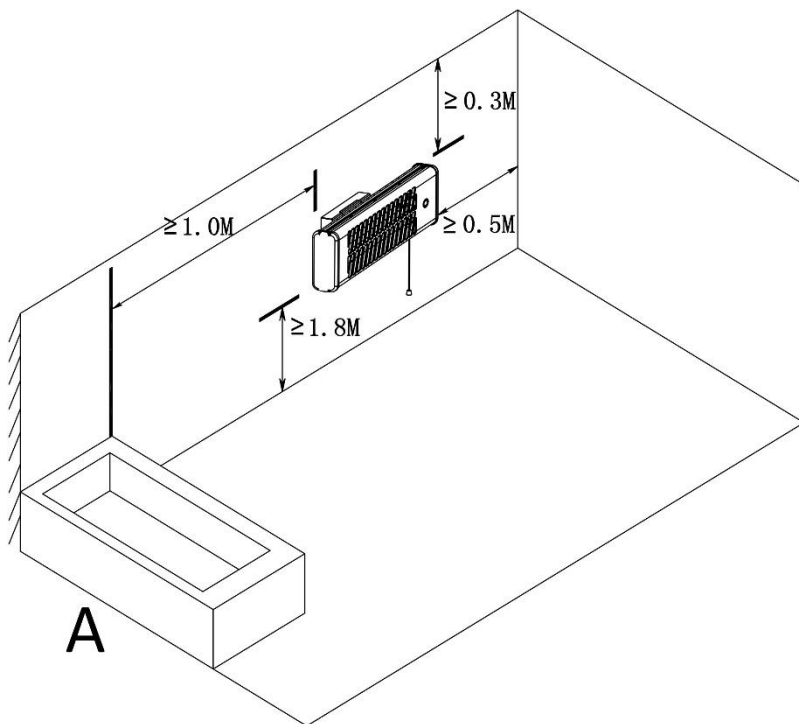

Fig.3
20. Hold trygg avstand til apparatet og følg europeiske standarder og nasjonale forskrifter, angitt i Fig. 3.